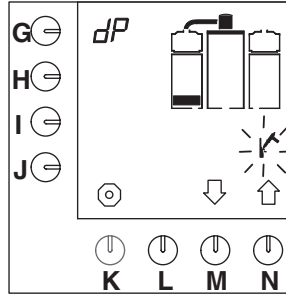

Fig. 17 Premier niveau du programme de détartrage du système de filtration
- Le premier bloc du niveau s'affiche sur l'écran de contrôle et le symbole représentant un marteau clignote (fig.17).